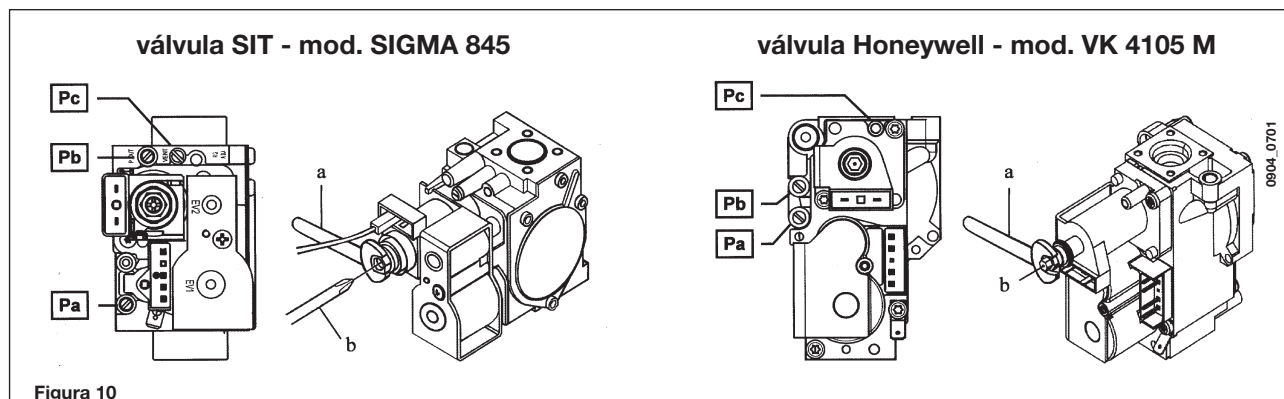

Figura 10
Las calibraciones del regulador de presión son ligeramente diferentes según el tipo de válvula del gas utilizada (**HONEYWELL** o **SIT**, figura 10).
- Conecte la toma de presión positiva de un manómetro diferencial, si es posible de agua, en la toma de presión (**Pb**) de la válvula del gas (Figura 10). Sólo en los modelos con cámara estanca: conecte la toma negativa del mismo manómetro a una **T** que permita conectar al mismo tiempo la toma de compensación de la caldera, la toma de compensación de la válvula del gas (**Pc**) y el manómetro. Una medición similar puede realizarse conectando el manómetro a la toma de presión (**Pb**) sin el panel frontal de la cámara estanca.
- Controle que la presión dinámica de alimentación de la caldera, medida en la toma de presión (**Pa**) de la válvula del gas (Figura 10), sea correcta (37 mbar para propano o 20 mbar para gas natural).